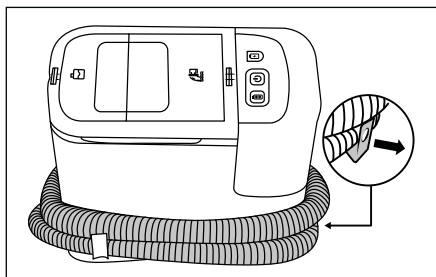

Bild 4
- ◆ Dra ut slanghållaren 15 ur produkten. Läggspray-/sugslangen 19 runt produkten med hjälp av slanghållarna 15/16 (se bild 4).